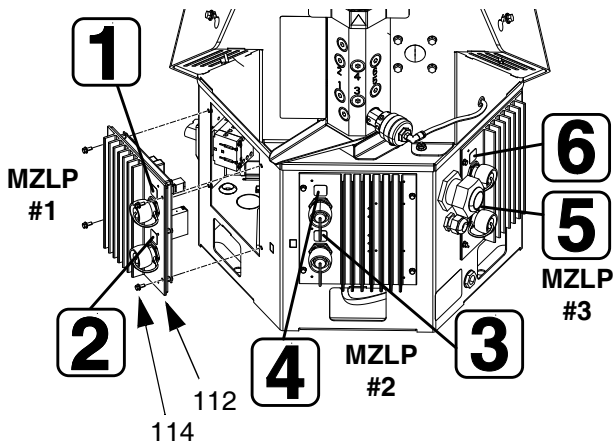

ABB. 45
2. Die Vordere Zugangstür (10) des Schaltkastens entfernen.
3. Elektrische Anschlüsse des beheizten Schlauchs von außen vom MZLP (112) trennen.
4. Position der Kabel notieren, dann alle Kabel vom zu ersetzenden MZLP (112) abziehen. Siehe ABB. 45.
5. Vier Schrauben (114) entfernen, die MZLP (112) am Schaltkasten (1) sichern, dann MZLP vorsichtig vom Schaltschrank entfernen. Siehe ABB. 45.
6. MZLP ersetzen. Siehe ABB. 45 für die Kennzeichnung von MZLP 1, 2 und 3.
- b. Um MZLP 3 auszutauschen, Jumper (135) von Anschluss J5 des MZLP 3 trennen und auf dem Anschluss J5 des neuen MZLP 3 installieren.
2. Kanal-Aufkleber auf neuen MZLP anbringen. Siehe ABB. 45.
3. Mit vier Schrauben (114) MZLP(112) am Schaltkasten (1) installieren.
4. Kabel wieder am MZPL (112) anschließen.